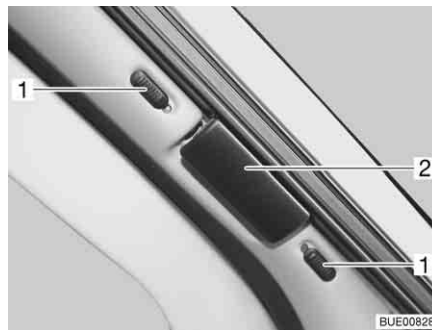

Bild 22 Plisségardin för vindrutan
- Skjut de två hälfterna av plisségardinen för vindrutan utåt så långt det går, ta tag i handtaget (Bild 22,2).
- Skjut upp resp. ned låsknapparna (Bild 22,1). Låset är öppet när den röda punkten syns.